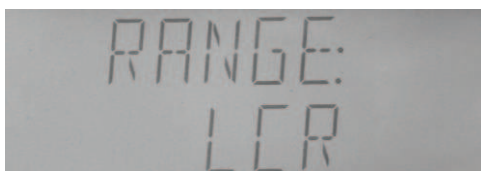

Figura 4-16 Tipo de rango
- a) Seleccione "RANGE" mediante **【▲】** o **【▼】**, como muestra la figura 4-16.